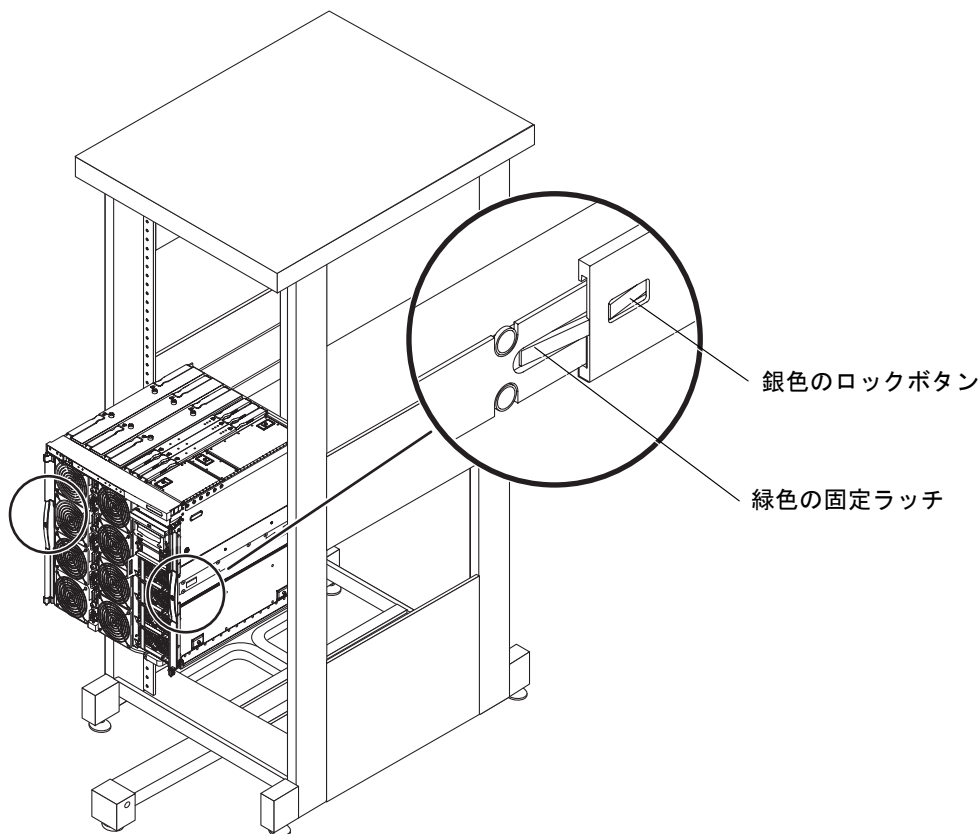
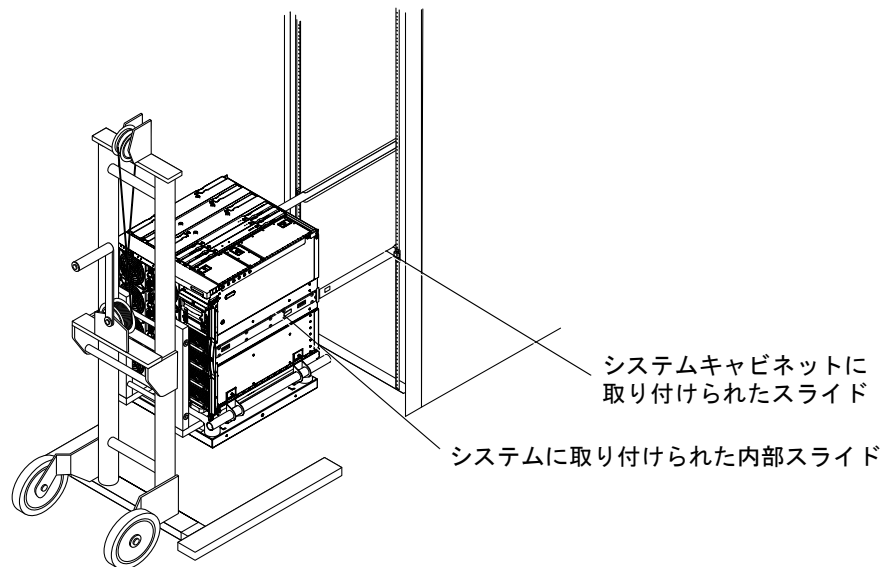

図 3-7 システムキャビネットからのシステムの引き出し
図 3-10 キャビネットスライドのシステムからの取り外し
6. 緑色の固定ラッチがカチッと音をたててかみ合い、スライドが完全に伸びた位置でロックされるまで、キャビネットからシステムを完全に引き出します (図 3-7)。
- リフターでシステムの重量をしっかりと支えながら、左右のスライド部品の銀色のスライドロックボタン(図 3-7)を押します。キャビネットからシステムを引き出します。これによって、システムに取り付けられた内部スライドが、システムキャビネットに取り付けられたスライド部品から引き出されます(図 3-10)。
2. 新しいキャビネットにこのシステム用のスライドが付いていない場合は、古いキャビネットからスライドを取り外して、新しいキャビネットに取り付けます (図 3-10)。
9. 各スライドの緑色のラッチを押して、システムをキャビネットに押し込みます (図 3-7)。